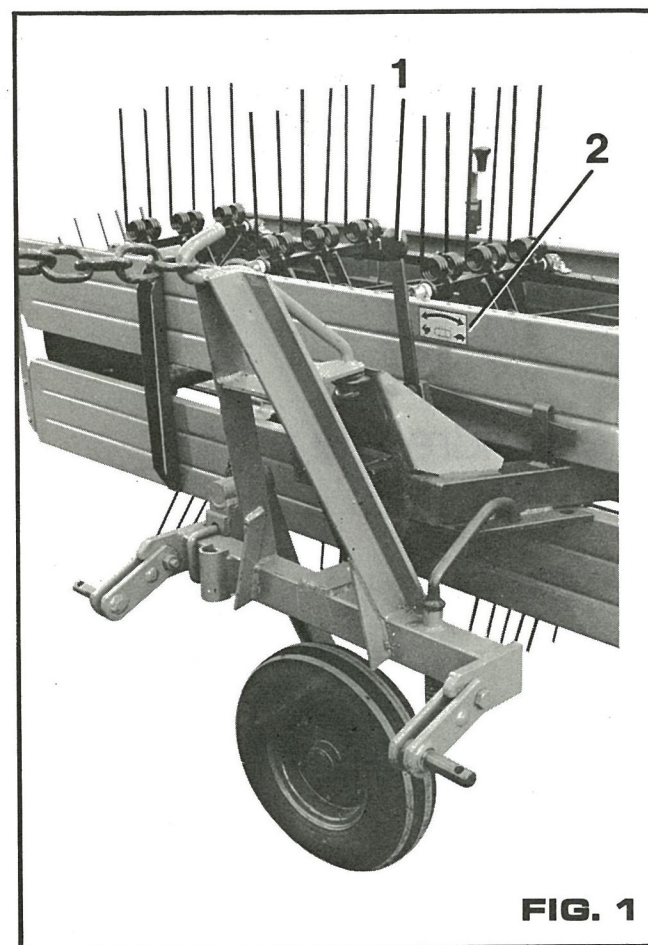

FIG. 1
— commande du virandain par l'intermédiaire d'un variateur de vitesse à 5 positions, manœuvrable à l'aide d'un levier 1 Fig. 1 placé en regard d'une décalcomanie (2).
- FIG.1 -